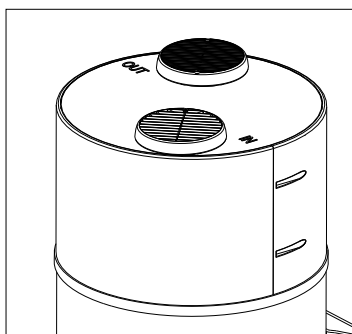

fig. 31
- Non canalizzato ("fig. 31").